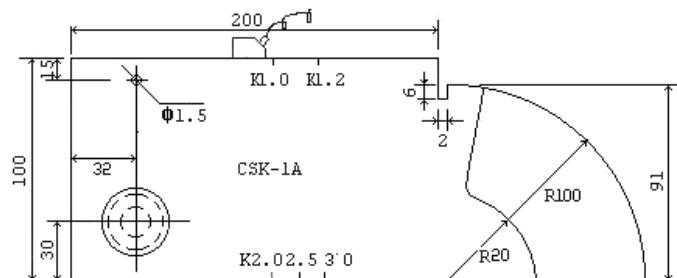
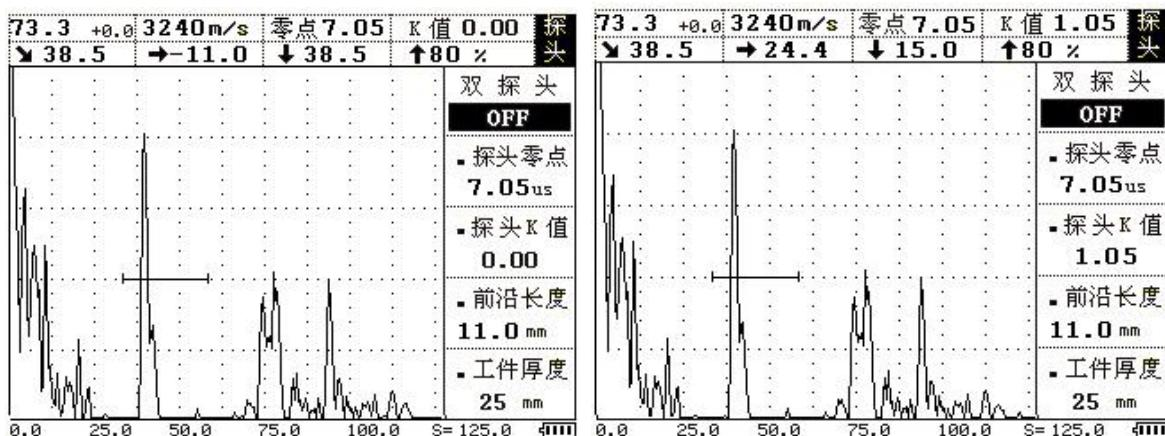

图 4-7
图 4-8
5、校准探头 K 值（角度）：将探头放在试块上并移动如图 4-7，使得 $\Phi 1.5\text{mm}$ 的圆弧面的反射回波达到最高，在屏幕的右上显示垂直深度值，如这一数值不等于 15mm，如图 4-8，按 **探头** 键进入探头菜单，按 **▲** (上)或 **▼** (下)键调整到探头 K 值子菜单，再用 **◀** (左)或 **▶** (右)键调整，使数值等于 15mm。或者直接按 **波峰记忆** 自动校准探头 K 值。